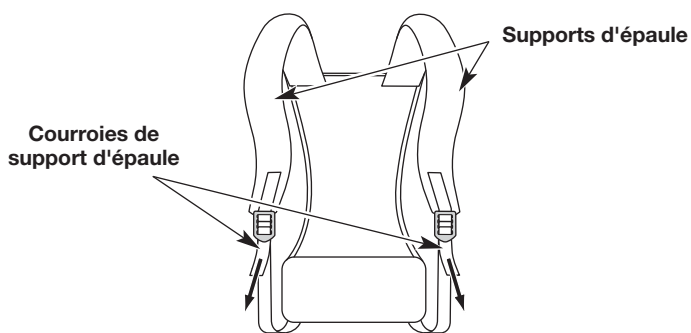

Fig. 10
2. Tirez vers le bas sur les sangles du support d'épaule pour serrer les supports d'épaule (Fig. 10).